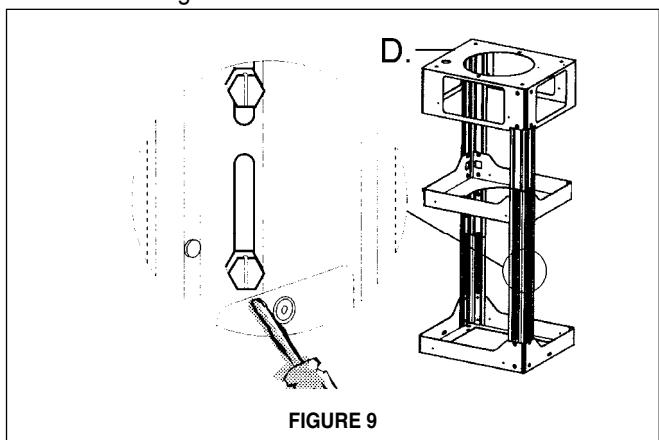

FIGURE 9
6. Déterminer l'emplacement approprié pour le câble d'alimentation, tel qu'il est indiqué sur le gabarit. Utiliser un foret de 1 1/4 po pour faire un trou et y passer le câble d'alimentation. Utiliser de la pâte à calfeutrer pour sceller tout autour du trou. **NE PAS mettre en circuit tant que l'installation n'est pas complétée.** Une pastille enfonçable est prévue en haut de le TREILLIS (**D de la FIGURE 9**) pour le câble d'alimentation.
8. Installer le TREILLIS (**D de la FIGURE 9**) au plafond en s'assurant qu'il le soit de façon sécuritaire. Déterminez la longueur désirée du TREILLIS et ajustez la longueur de l'appui en enlevant les quatre vis (**de la FIGURE 9**) avec un tournevis à lame plate. Une fois la longueur du TREILLIS est déterminée, installe et serre les quatre vis.